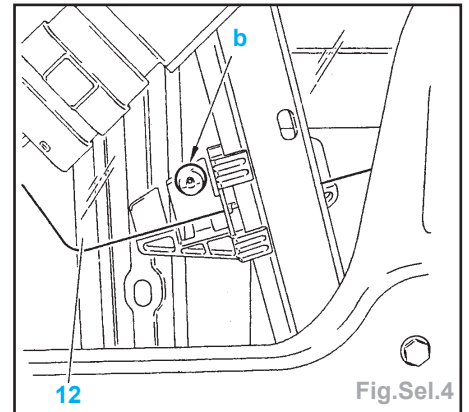

Fig.Sel.4
- le H.P (11),
- la feuille d'étanchéité (8),
- le lèche-vitre int. (9),
- les connecteurs (10).
- Descendre la glace (12) environ au ¾ (Fig.Sel.4).